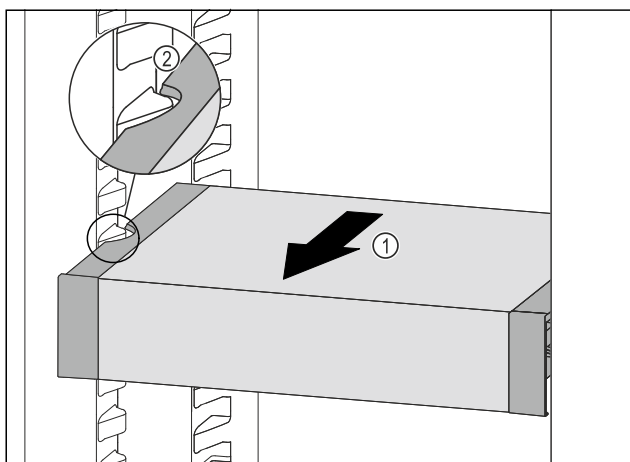

Fig. 102
- VarioSafe dras framåt Fig. 102 (1) tills sidofördjupningarna på VarioSafe är i samma nivå som behållarlisterna i kyldelen. Fig. 102 (2)